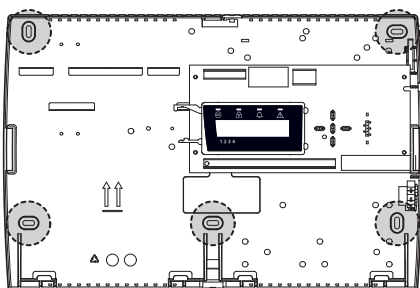

fig. 3
- se servir du fond de la centrale comme gabarit et tracer la position des trous de fixation indiqués sur la figure 3 en s'assurant que le mur est bien plat à l'endroit choisi ;